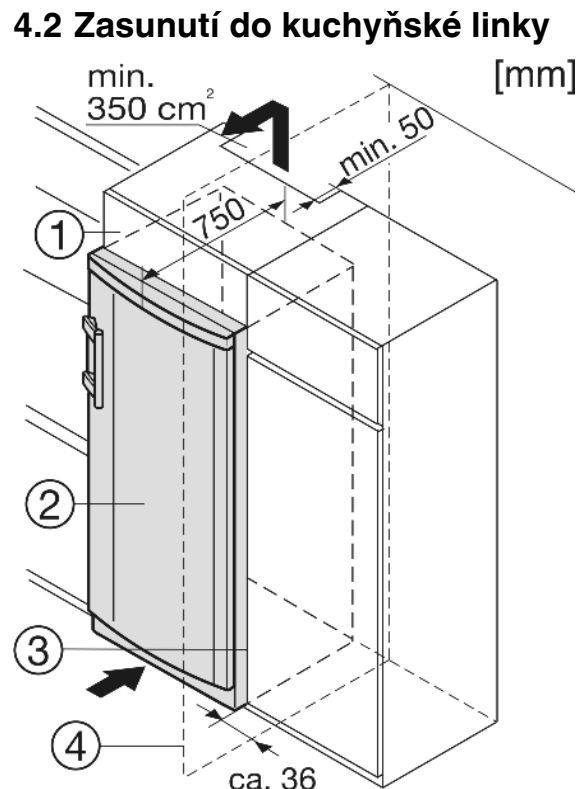

Fig. 8
- (1) Nastavná skříňka
- (2) Příklad
- (3) Kuchyňská skříň
- (4) Stěna
Zařízení lze zabudovat do vybavení kuchyně. K vyrovnání přístroje Fig. 8 (2) na výšku kuchyňské linky lze na přístroj nasadit odpovídající nástavec Fig. 8 (1).
Když se přístroj instaluje závěsy vedle stěny Fig. 8 (4), musí být vzdálenost přístroje od stěny alespoň 36 mm. To odpovídá přesahu madla při otevřených dveřích.